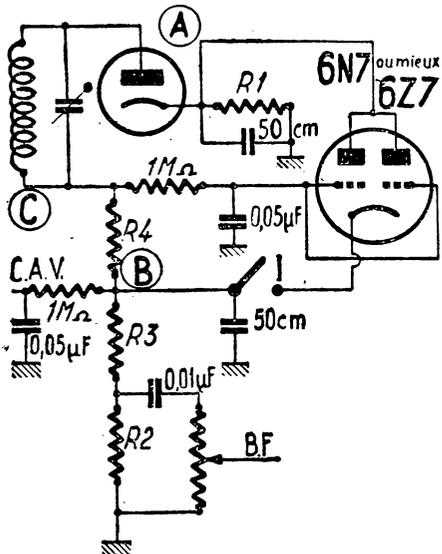

Fig. 1. — Le montage Dickert — R1 = 0,25 MΩ; R2 = 0,1 MΩ; R3 = 25.000 Ω; R4 = 0,1 MΩ.
1) Fig. 1 :
a) Montage Dickert. — Ce montage, utilisé, en particulier, sur le récepteur de trafic Hammarlund HQ 120, est indiqué sur la figure 1. Le courant, redressé par la diode détectrice, passe de A en C, à travers les résistances R1, R2, R3 et R4. Il s'ensuit que A est positif par rapport à la masse, tandis que B et C sont négatifs. Une lampe 6Z7 ou 6N7, dont les deux triodes sont montées en parallèle, a sa plaque branchée en A, sa cathode en B, et sa grille en C, par l'intermédiaire d'un filtre constitué par une résistance de 1 MΩ et un condensateur de 0,05 à 0,1 μF (s'il est nécessaire, shunter ce dernier par un 1.000 cm. mica). La grille est donc portée à un potentiel négatif permanent, potentiel qui dépend de la porteuse reçue: la tension de CAV peut, d'ailleurs, être prise à cet endroit.